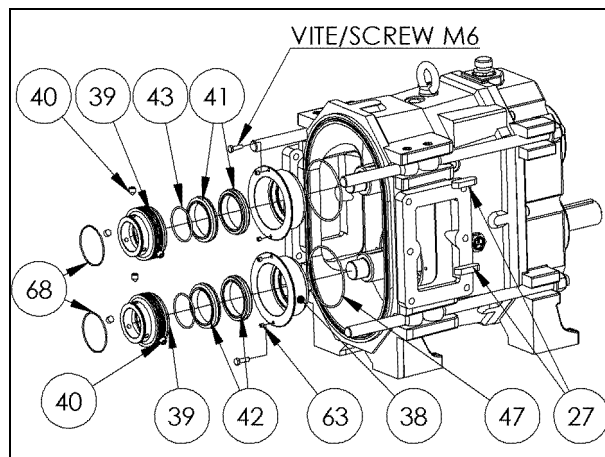

Fig. 16-5. Smontaggio tenute meccaniche.
2. Togliere le linguette (P. 27), usando una pinza, dagli alberi (Fig. 16-5), togliere i grani di fissaggio (P. 40) usando chiave a brugola da 4mm dalle boccole porta-tenuta (P. 39) complete di O-ring (P. 68-43);